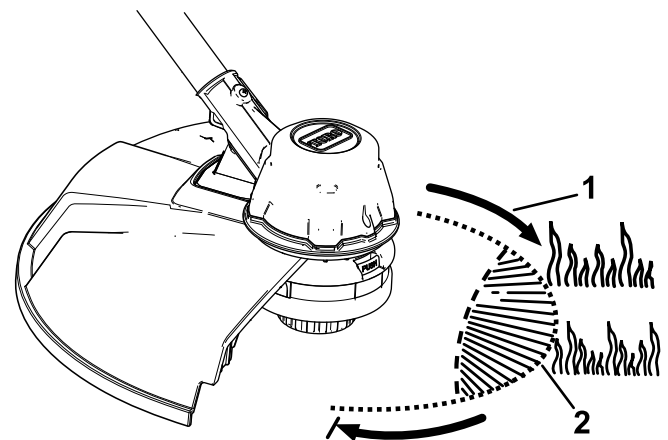

Figuur 11
De trimmer is bij levering ingesteld op een maai breedte van 36,6 cm zoals getoond bij A in Figuur 11. Volg de onderstaande aanwijzingen als u de maai breedte wilt instellen op 40,6 cm zoals getoond bij D in Figuur 11.
1. Verwijder het mes van de onderkant van de beschermkap door de 2 schroeven te verwijderen met de meegeleverde inbussleutel (B in Figuur 11) en keer het mes 180° om.
2. Nadat u het mes heeft omgekeerd monteert u het op de beschermkap met de 2 schroeven die u eerder heeft verwijderd (C in Figuur 11).